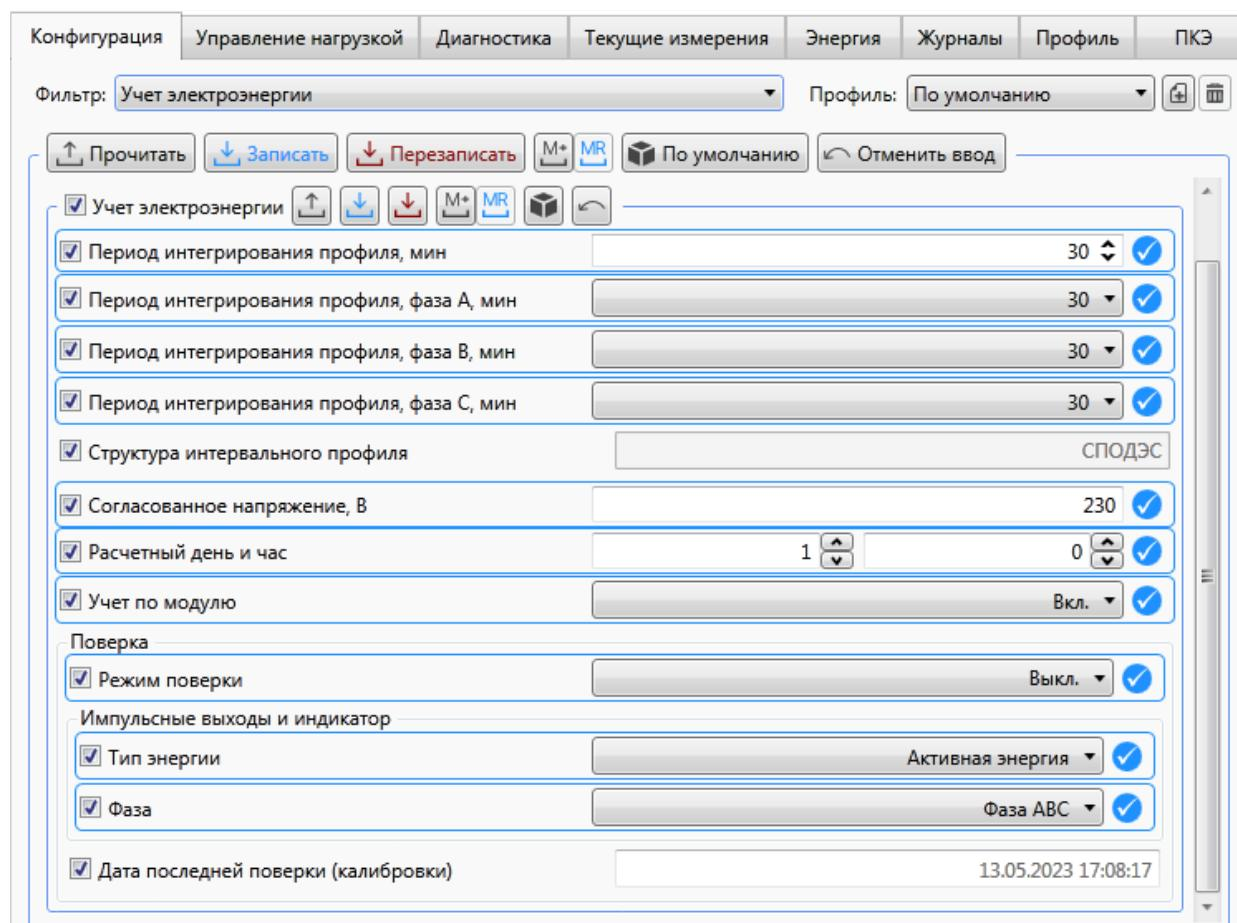

Рисунок 9.28 – Настройка параметров учета электроэнергии
9.5.13.4 Изменить считанные значения параметров на требуемые значения и нажать кнопку для записи новых параметров в счетчик (рисунок 9.28).